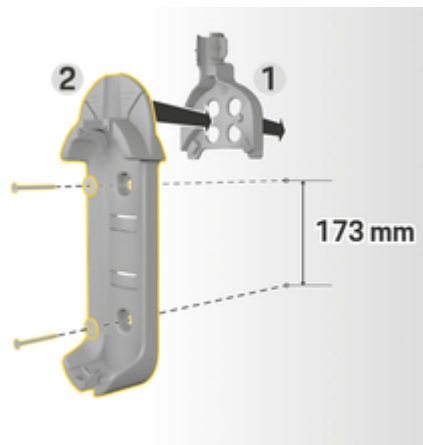

Fig. 98 Dimensões de perfuração
3. Pressione o suporte de parede básico 2 (Fig. 98) para a guia do cabo 1 (Fig. 98) a partir da frente.